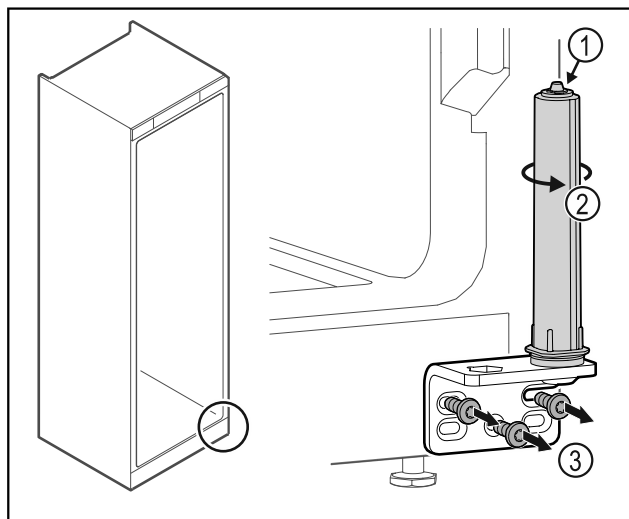

Fig. 29
- Не разбирайте систему закрытия двери Fig. 29 (1).
- Поворачивайте систему закрытия Fig. 29 (2) до щелчка.
- Отвинтите шарнирные уголки Fig. 29 (3).